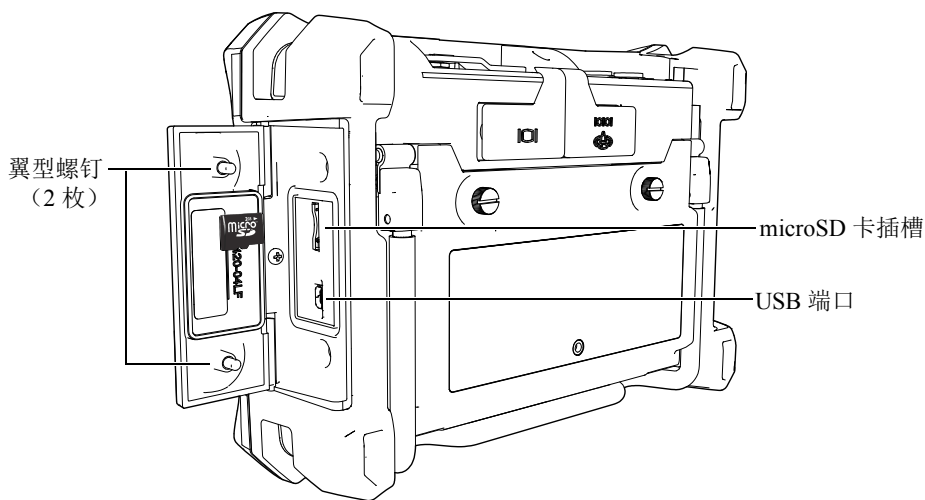

图 1-13 安装 microSD 卡
2. 拧松两个翼型螺钉，然后打开 Magna-Mike 8600 I/O 舱盖（参见第 28 页的图 1-13）。